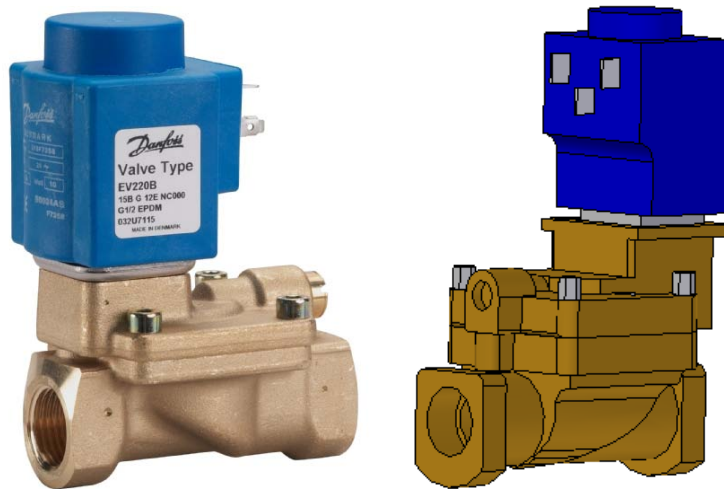

Figura 56. Estructura Externa de la Válvula EV220B 15B [27]
- **Válvula solenoide EV220B 15B Danfoss.** Esta válvula es una electroválvula servo accionada 2/2 vías normalmente cerrada y con conexión ½ pulgada NPT. En el módulo multiproceso se implementarán una válvula con esta especificación “FV-30A”, que se ubicará en la interconexión entre “TK1” y “C1” del Sistema de Destilación Atmosférica. (Ver figura 56)